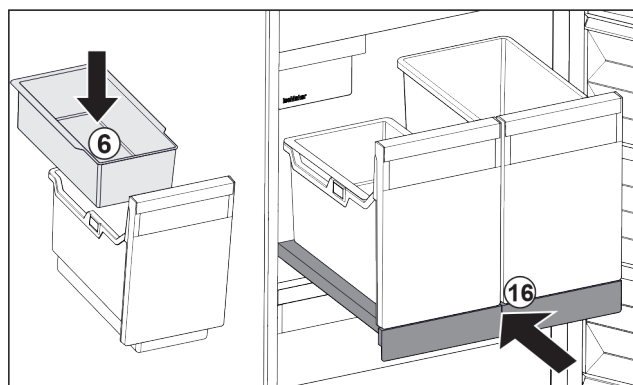

Fig. 107
- ▶ Vsaďte závěsnou misku Fig. 107 (6) pro kostky ledu.
- ▶ Zasuňte vysouvací přihrádku s nádobou (IceTower). Fig. 107 (16)